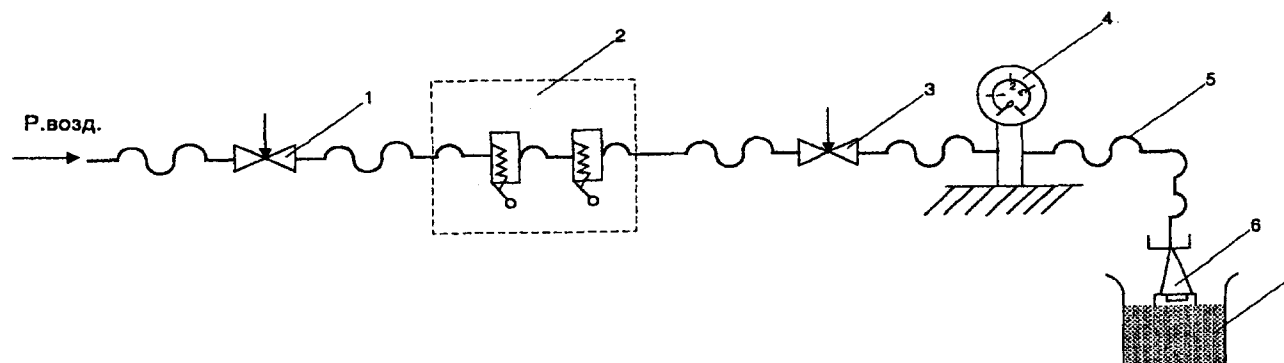

Рис. 7. Схема проверки пробок на срабатывание
<p>1. Вывинченные во время регламента пробки погрузите на несколько часов в дистиллированную или питьевую, но чистую воду, или в 5-процентный раствор борной кислоты. Категорически запрещается пользоваться для промывки пробок бензином, дихлорэтаном и прочими органическими растворителями. Погружение пробок в воду имеет целью растворение налета карбонатов, скапливающихся в выпускных отверстиях и на резиновых втулках.</p> <p>2. Осмотрите после промывки все пробки и замените те, у которых резиновая втулка пришла в негодность (трещины, разрывы и т.д.). Перед установкой пробок в аккумуляторы обязательно проверьте все пробки, в том числе и замененные, на срабатывание.</p> <p>Вверните пробку в штуцер (6) рис. 7 и опустите штуцер с пробкой в ванну (7) с водой. Откройте вентиль (1) для подачи сжатого воздуха, давлением 506, 625-1013, 250 кПа (5-10 атм) к регулятору давления (2).</p> <p>Плавно открывая вентиль (3), повышайте давление до момента срабатывания втулки пробки (определяется по появлению пузырьков воздуха из под втулки пробки).</p> <p>Пробка считается годной, если давление срабатывания 20, 265-101, 325 кПа (0,2-1,0 атм).</p> <p>Пробки, не удовлетворяющие этому требованию, замените новыми из ЗИП, предварительно проверенными вышеописанным способом.</p> <p>Проверенные годные пробки продуйте сжатым воздухом под давлением 101, 325-202, 650 кПа (1...2 атм).</p> <p>3. Запишите в графы 1, 2, 9 таблицы приложения 1 или 2 Паспорта о промывке и проверке пробок на срабатывание, дату проверки.</p>